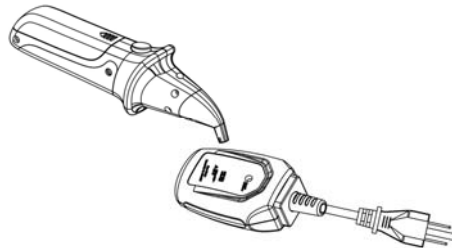

Imagen 3
2. Connecter l'émetteur à la prise. Déplacez la tête de balayage du récepteur sur la face avant du transmetteur comme indiqué dans la figure 3, il émet un bip à une fréquence plus élevée ou même de changer d'un son continu si proche de l'émetteur. Le signal LED doit s'allumer en vert lorsque la tête de lecture détecte un signal.